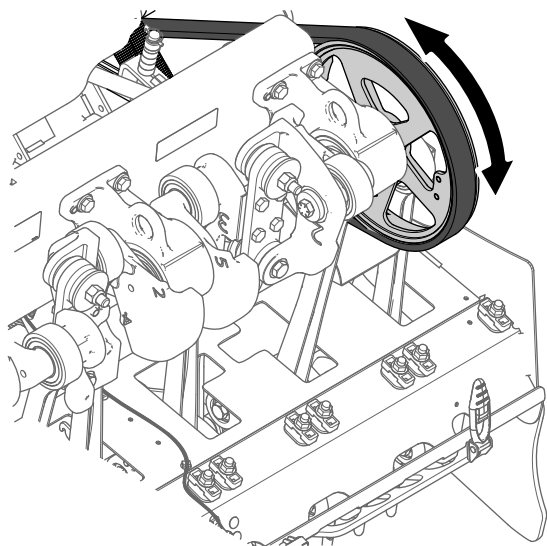
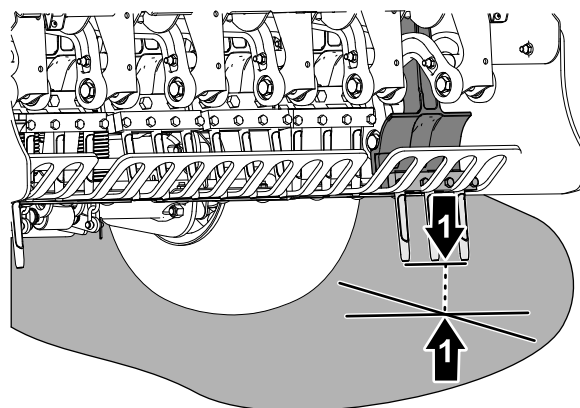

Figura 59
Figura 60
4. Rode a polia da cabeça de perfuração (Figura 59) até que os dentes mais exteriores estejam alinhados mais próximos do solo (Figura 60).